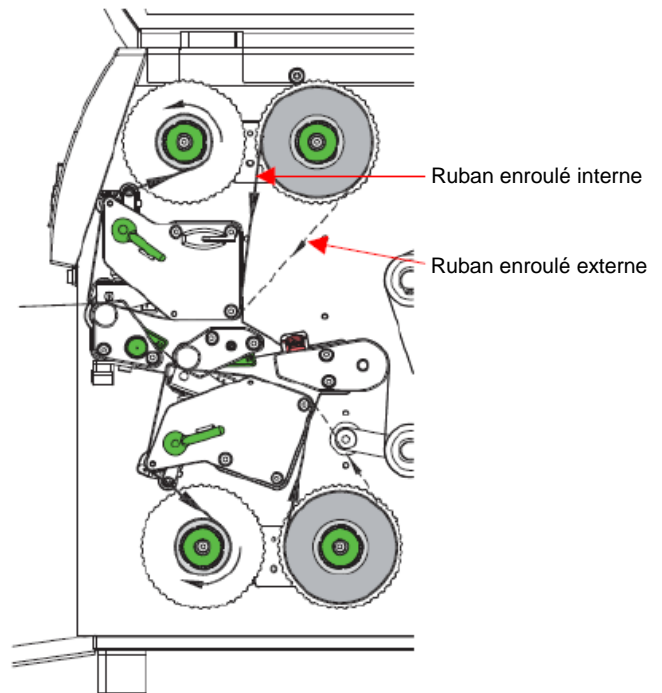

Fig. 11 Chemin d'alimentation du ruban de transfert
2. Tournez le levier (6) dans le sens antihoraire pour lever la tête d'impression supérieure.
3. Glissez le rouleau du ruban de transfert (1) sur le dérouleur (3) afin que l'encre du ruban soit positionnée vers l'extérieur lors du déroulage.
4. Placez le ruban (1) de manière à ce que les extrémités du rouleau affichent des valeurs d'échelle identiques.
5. Maintenez fermement le rouleau de ruban de transfert (1) et tournez le bouton (3) sur le dérouleur dans le sens antihoraire jusqu'à ce que le rouleau de ruban de transfert soit fixé.
6. Glissez l'extrémité du ruban d'encre (4) sur l'enrouleur (5). Placez-la et fixez-la de la même façon que le rouleau d'alimentation.
7. Guidez le ruban à travers l'unité d'impression comme indiqué dans la Fig. 11.
8. Fixez l'extrémité de départ du ruban au milieu du support de ruban de transfert (4) à l'aide d'une bande adhésive. Lorsque vous utilisez des supports plus larges que le ruban, utilisez l'échelle (7) sur le support de la tête d'impression pour ajuster le chemin du ruban. Vérifiez le sens de rotation antihoraire de l'enrouleur de ruban de transfert.
9. Tournez l'enrouleur de ruban (5) dans le sens antihoraire pour lisser le chemin d'alimentation du ruban de transfert.
10. Tournez le levier (6) dans le sens horaire pour verrouiller la tête d'impression.
11. Ouvrez le rabat (9), chargez le ruban sur l'unité d'impression inférieure (8) et répétez les instructions précédentes.